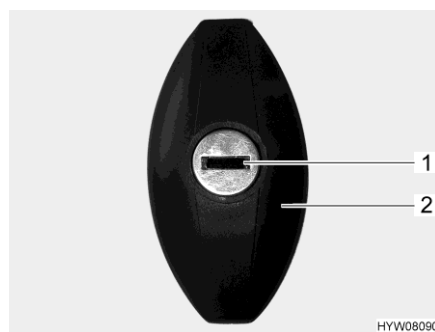

Fig. 58 Cerradura de la trampilla
- Introducir la llave en el cilindro de cierre (Fig. 58,1) y girarla media vuelta en sentido contrario a las agujas del reloj. El asidero de la cerradura (Fig. 58,2) se abre de golpe.